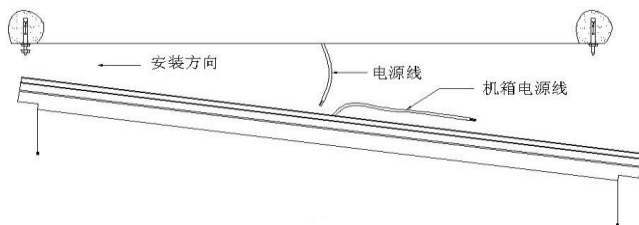

图 6
5、小心托起主机，将主机一端插在两个膨胀螺丝的垫片上，接着托起另一端把垫片及螺母装锁紧，然后，再把第一端的螺母拧紧，如图 6 所示。